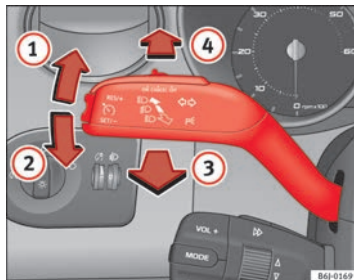

Fig. 60 Levier des clignotants et des feux de route
- Levez le levier jusqu'en butée $\Rightarrow$ fig. 60 ① pour actionner les clignotants **droits** ou abaissez-le jusqu'en butée ② pour actionner les clignotants **gauches**.
- Déplacez le levier vers l'avant $\Rightarrow$ fig. 60  pour allumer les feux de route.